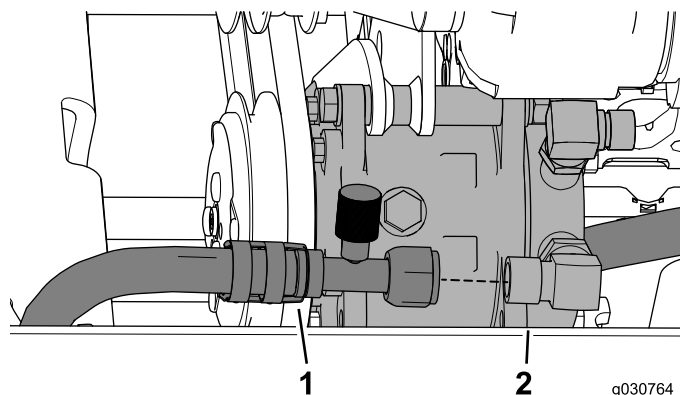

Figura 42
1. Ligue o tubo de baixa pressão do ar condicionado (7/8 pol.) da cabina à união de ângulo reto (7/8 pol.) como se mostra na Figura 42.